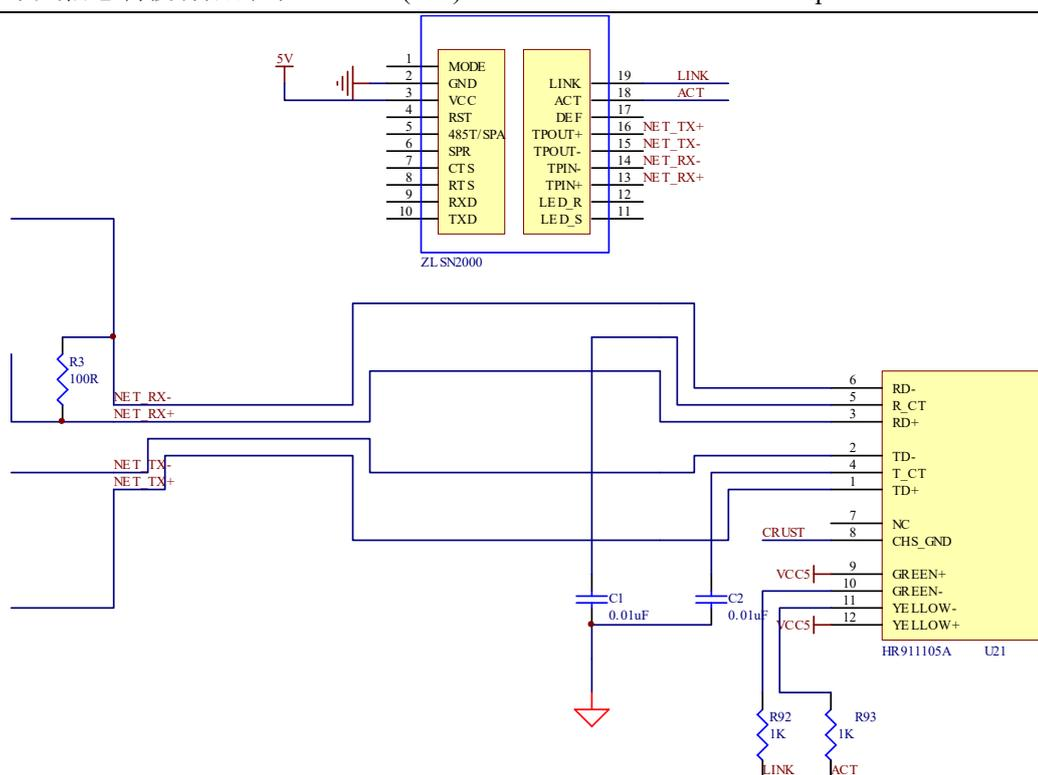

图 6 ZLSN2000 改造为 ZLSN2003 电路 2
- 如果之前 ZLSN2000 使用的是带网络变压器的 RJ45 网口的，如图 6 所示，那么改造的方法就是将这个 RJ45 替换为不带网络变压器的 RJ45。而且是否能够替换需要考虑两种 RJ45 的网口线的 pin 脚的兼容性，好在目前常用的带网络变压器的 RJ45，如 HR911105A，和通用的不带网络变压器的 RJ45 的网口线是 pin 到 pin 兼容的，而且封装也一样。即使用的网线脚正好就是 1、2 和 3、6。此时的改造方法如下：将 HR911105A 替换为普通的 RJ45，去掉中间抽头电容 C1、C2，去掉灯电阻 R92、R93（因为普通 RJ45 没有灯）。去掉耦合电阻 R3。这种方法改造起来也不需要修改 PCB。